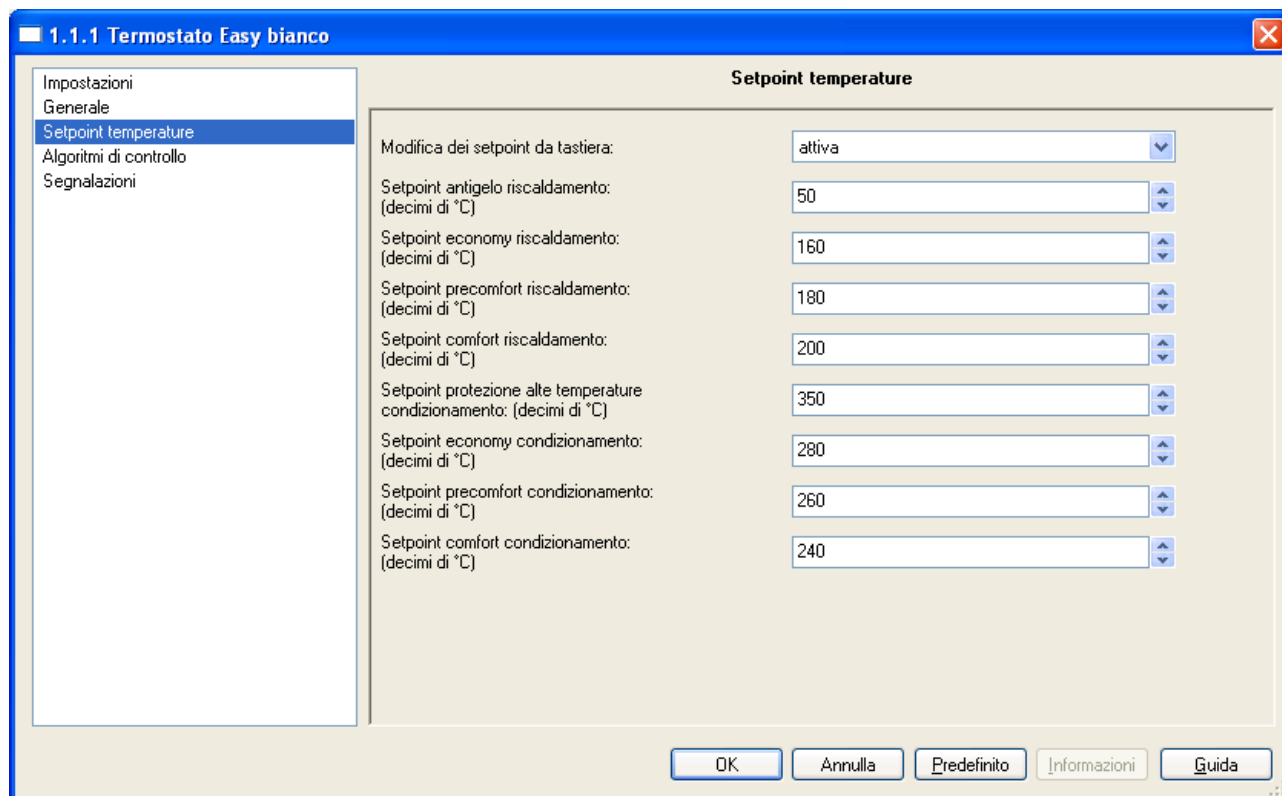

Fig. 10: Finestra di configurazione parametri **Termostato Easy (2) T1 - Setpoint temperature**
I setpoint del termostato T1 (2), adibito al controllo della zona 2, possono essere inizialmente impostati anch'essi tramite la finestra di configurazione di fig.10 seguente, lasciando poi all'utente la possibilità di modificarli tramite i tasti presenti a bordo in base alle esigenze della zona controllata per ciascuna delle modalità gestite (comfort, economy, ecc...).